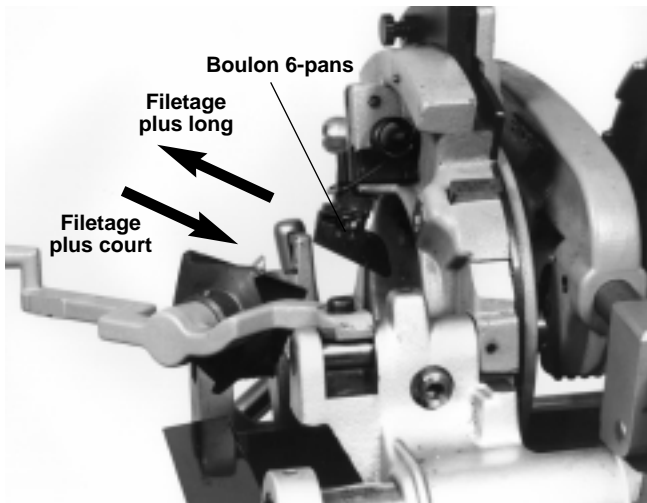

Figure 11 – Réglage du talon de gâchette de la tête de filière en fonction de la longueur de filetage voulue.
1. Pour raccourcir la longueur de filetage, desserrez le boulon 6-pans du talon de gâchette de la tête de filière (Figure 11), puis faites glisser le talon vers la machine. Resserrez le boulon 6-pans (position FOOT-IN).
2. Pour rallonger la longueur de filetage, desserrez le boulon 6-pans du talon de gâchette de la tête de filière (Figure 11), puis écartez le talon de la machine. Resserrez le boulon 6-pans (position FOOT-OUT).